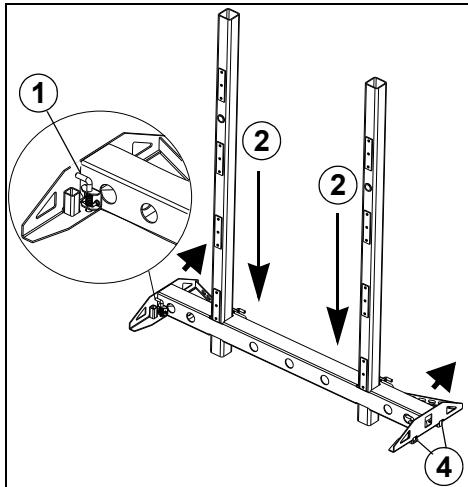

Afbeelding 2 Vergrendelingposities vergrendelbout
- 2 Zet de vergrendelbouts van de dwarsdrager in positie 2 (Afbeelding 2/2).
- 4 Zet de vergrendelbouts van de dwarsdrager in positie 1 (Afbeelding 2/1).
- 5 Zet de vergrendelbouts voor de rongen (Afbeelding 4/1) aan de dwarsdrager in positie 2 (Afbeelding 2/2).
- 11 Zet de vergrendelbouten voor de rongen in positie 1 (Afbeelding 2/1).
- 9 Zet vergrendelbouten voor de rongen (Afbeelding 4/1) in positie 3 (Afbeelding 2/3), zodat de rongen tot aan de aanslag in de dwarsdrager zitten.
- 3 Zet de vergrendelbouten voor de rongen in positie 3 (Afbeelding 2/3).
- 6 Zet de beide vergrendelbouten aan de dwarsdrager in positie 3 (Afbeelding 2/3).